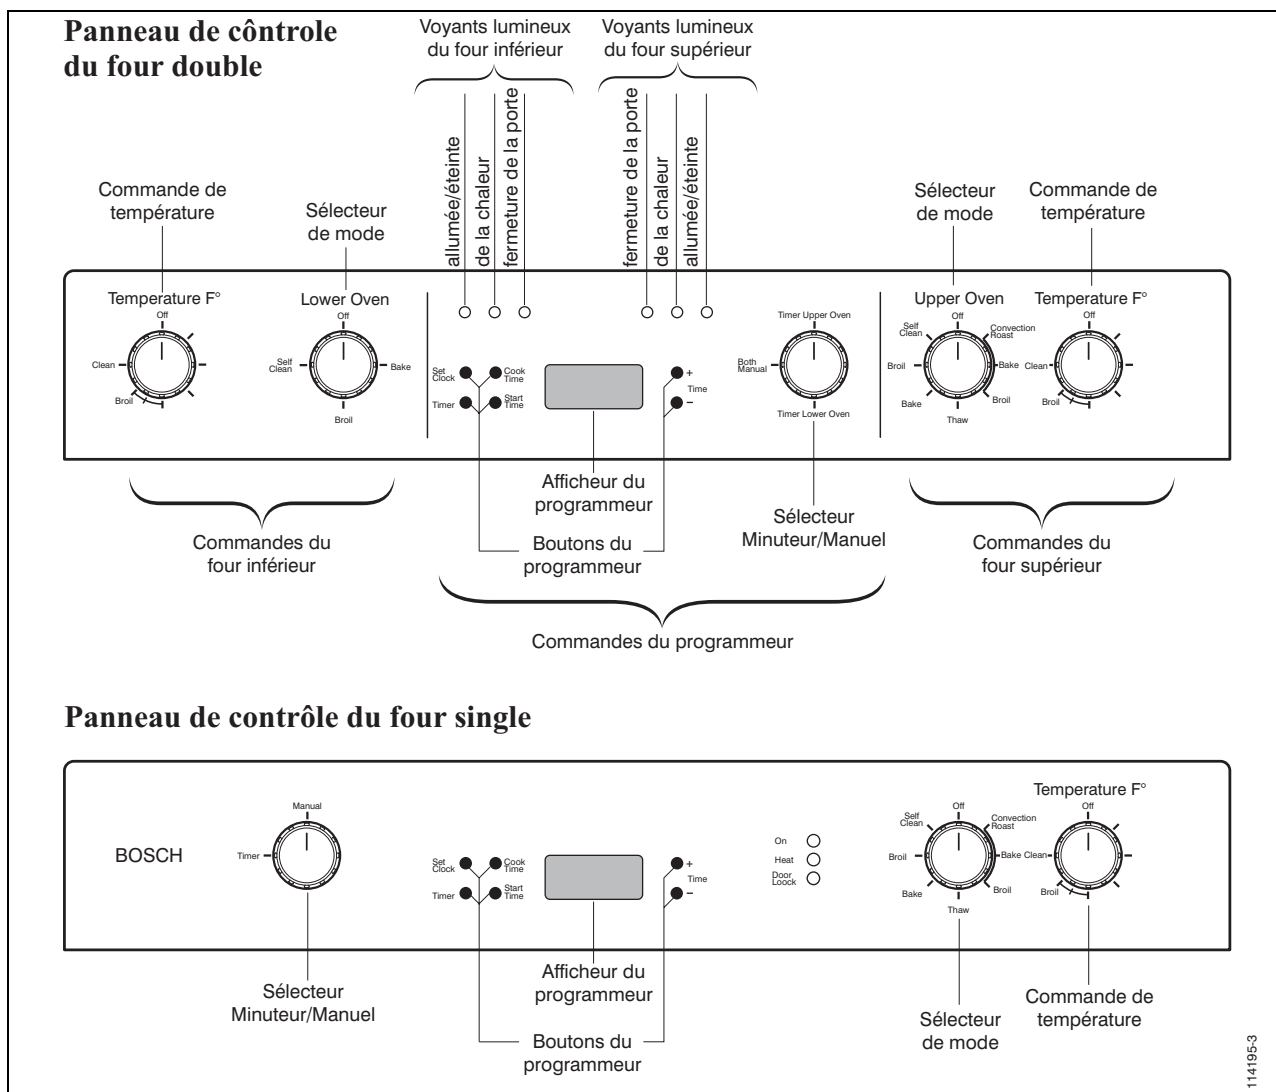
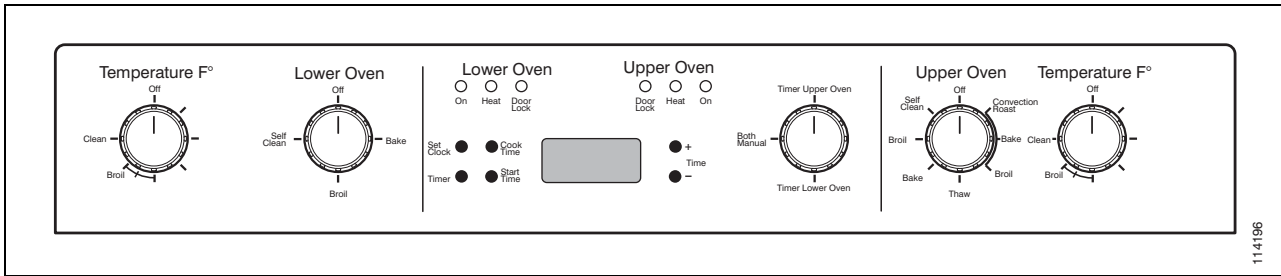

Figure 3.
Figure 7. Panneau de commande du four double, HBL/HBN45..
Tous les fours comportent les commandes suivantes, tel qu'illustré dans la figure 3:
La Figure 3 montre en haut le panneau de commande du four double; en bas le panneau de commande du four simple.
Placez le bouton sélecteur Minuteur/Manuel à la position **Manual** (voir Figure 3). Si vous avez un four double, comme dans la Figure 7, vous avez le choix entre trois positions:
1. Tournez le bouton sélecteur de mode et placez-le au mode de cuisson choisi. Référez-vous à la Figure 3 ou au Tableau 3 si vous n'êtes pas sûr de quel bouton il s'agit ou quelle fonction vous voulez choisir pour votre four.
3. Placez le bouton sélecteur Minuteur/Manuel (Figure 3) à la position **Timer** pour un four simple ou, s'il s'agit d'un four double, à **Timer Upper Oven** pour le four supérieur ou **Timer Lower Oven** pour le four inférieur. Le programmeur est alors mis en marche.